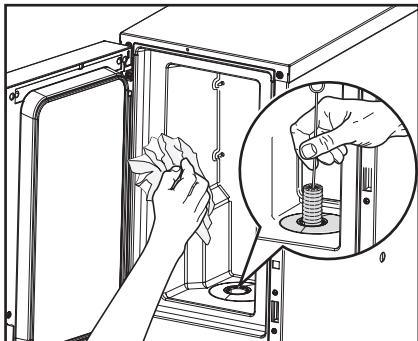

Рис. 25
4. Очистить внутреннюю поверхность холодильной камеры (Рис. 25):